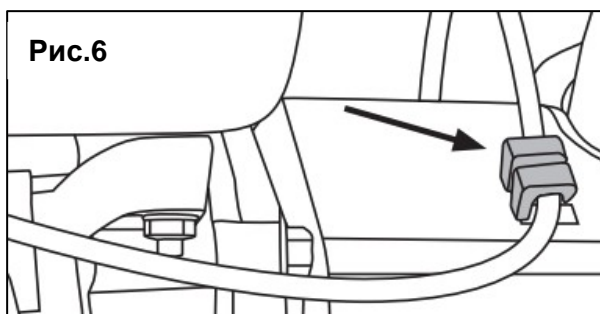

Рис.6
- прикрепите трос управления приводом шнека к зажиму на защитном кожухе ремня Рис.6.